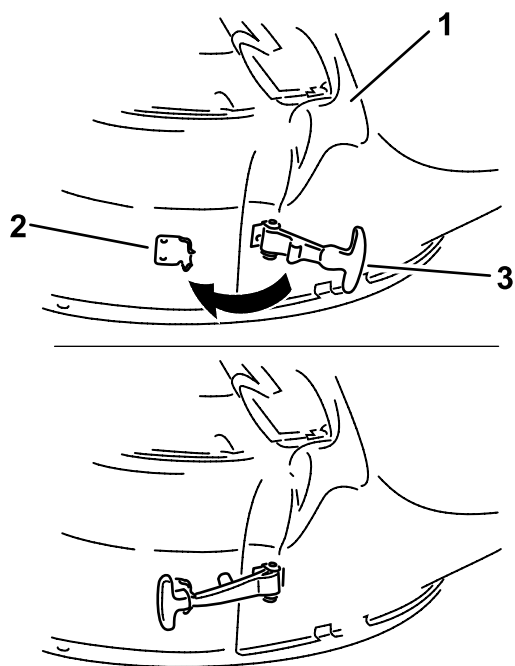

Figura 23
7. Agganciate il fermo flessibile sul camino di scarico al fermaglio saldato sul piatto di taglio (Figura 23).